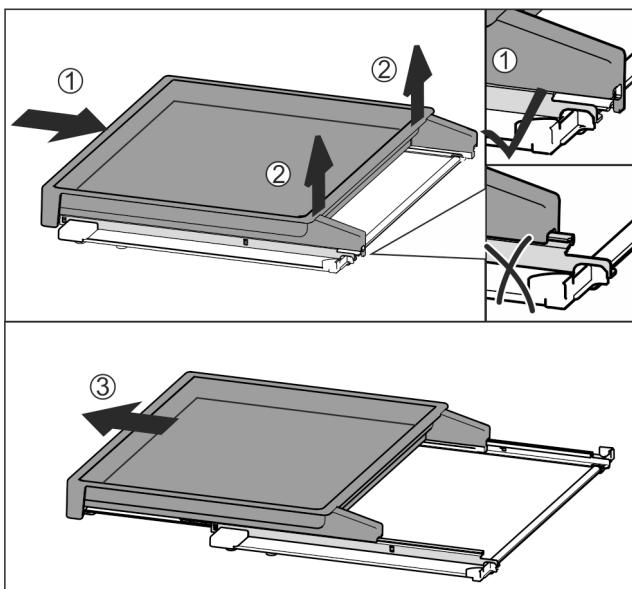

Fig. 112
- Вставьте вытяжную панель полностью Fig. 112 (1).
- Отпустите фиксацию на задней стороне Fig. 112 (2).
- Извлеките вытяжную панель движением вперед Fig. 112 (3).